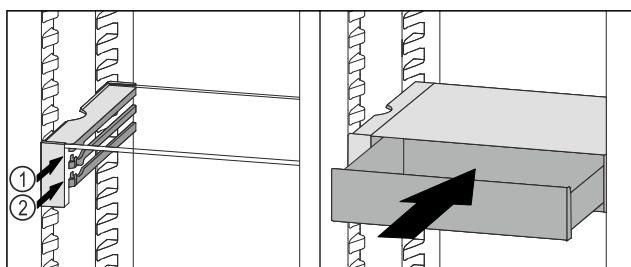

Fig. 107
- Sæt VarioSafe-skuffen ind bag stoppene på den ønskede ribbe Fig. 107 (1) eller Fig. 107 (2).